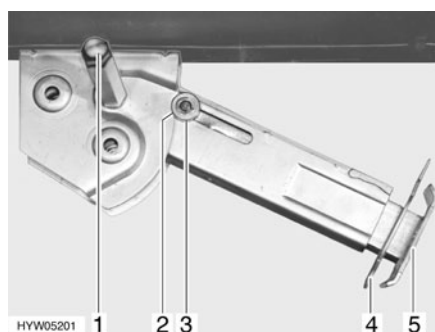

Fig. 26 Apoyo de elevación
- Colocar la llave de vaso en el hexágono (Fig. 26,1) y girarla hasta que el apoyo de elevación quede verticalmente hacia abajo.
- Extraer la clavija hendida (Fig. 26,4) de la prolongación del pie de apoyo (Fig. 26,5).
- Colocar la llave de vaso en el hexágono (Fig. 26,1) y girarla hasta que el apoyo de elevación esté de nuevo libre del suelo.
- Introducir totalmente la prolongación del pie de apoyo (Fig. 26,5) e introducir la clavija hendida (Fig. 26,4) en el orificio previsto para ello que hay en la prolongación del pie de apoyo.
- Girar con la llave de vaso en el hexágono (Fig. 26,1) hasta que el apoyo de elevación bascule hacia arriba y la arandela de guía (Fig. 26,3) esté totalmente introducida en la entalladura (Fig. 26,2).